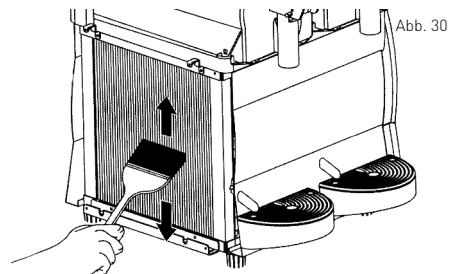

Abb. 30
- 4) Mit einem trockenen Pinsel (nicht mitgeliefert) beseitigen Sie den angesammelten Staub. [Siehe: Abb. 30]